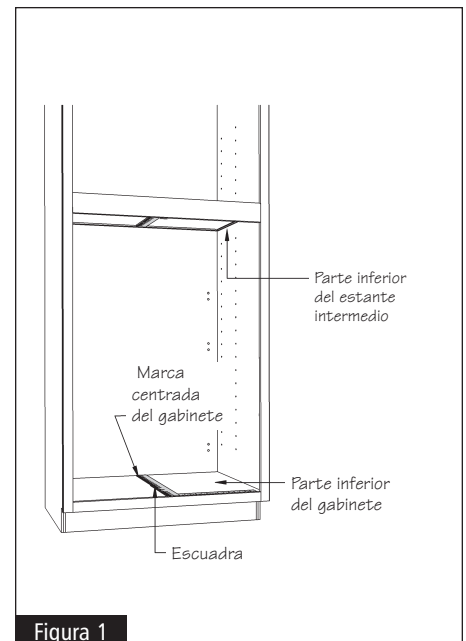

Figura 1
**2** Mida el ancho del interior del gabinete a fin de encontrar su centro de lado a lado. Usando una escuadra, marque una línea en el centro del gabinete desde el frente a la parte posterior en la parte inferior de este gabinete y del estante intermedio. Vea la figura 1.